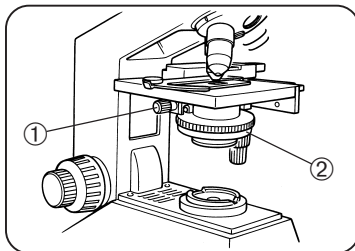
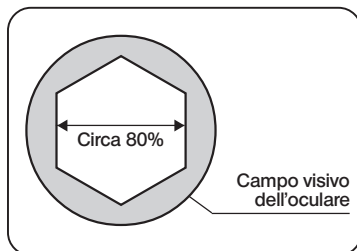

Fig. 22
Fig. 23
6 Regolazione Posizione Condensatore e Diaframma ad Iride (Fig. 22 & 23)
1. Muovere il condensatore alla posizione più alta ruotando la manopola di movimento alto-basso ① (Fig. 22).
Si può ottenere una buona immagine quando il diaframma di apertura è circa all'80% come mostrato in Fig. 23. Questa regolazione si rende necessaria ogni volta che si cambia obiettivo (Fig. 22).